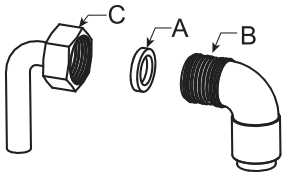

Рисунок 8
Прибор оснащен резьбовым соединением G 1/2" для подсоединения к источнику газа. Подсоединяйте прибор к жесткой трубе. При подсоединении к газу установите прокладку (A) между впускной трубкой (C) и коленом (B), чтобы обеспечить герметичность соединения (рис. 8).